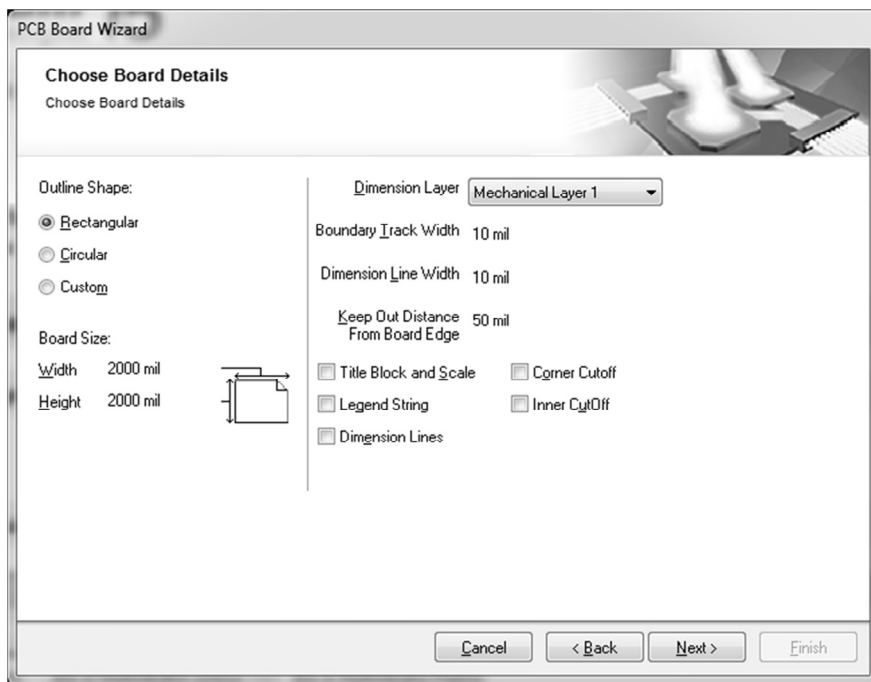

Рис. 4.1. Ввод размеров платы в окне PCB Board Wizard
6. На следующей странице необходимо задать собственные параметры платы. Для нашего устройства будет достаточно платы размером 2 × 2 дюйма. Для параметра **Outline Shape** (Форма контура) выберите значение **Rectangular** (Прямоугольная) и введите **2000** в полях **Width** (Ширина) и **Height** (Высота). Отключите опции **Title Block and Scale** (Форматка и масштаб), **Legend String** (Условные обозначения) и **Dimension Lines** (Размерные линии), как показано на рис. 4.1. Нажмите **Next** (Далее) для продолжения.